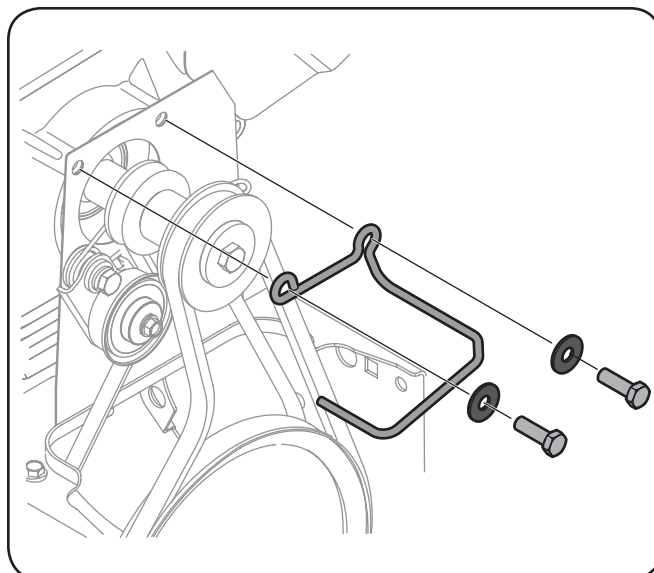

Figure 7-2
3. Enlevez le guide de courroie en retirant les deux boulons et les deux rondelles plates. Voir Figure 7-2.